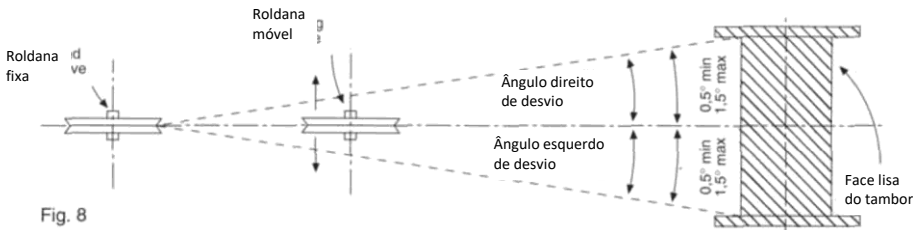

Fig. 8
– A posição da bobine e do suporte deve ser de tal forma a que o ângulo de desvio durante a instalação fique limitado a  $1,5^\circ$  (Ver fig. 8.)